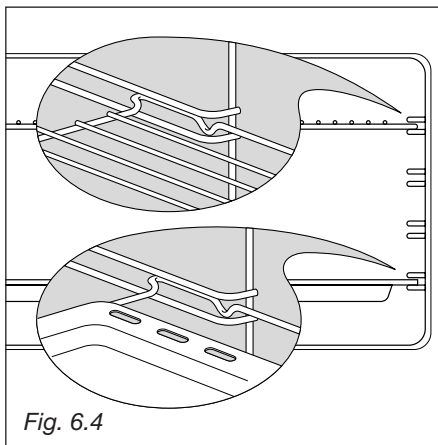

Fig. 6.4
- Faire glisser sur les guides les grilles et la lèchefrite fig. 6.4.